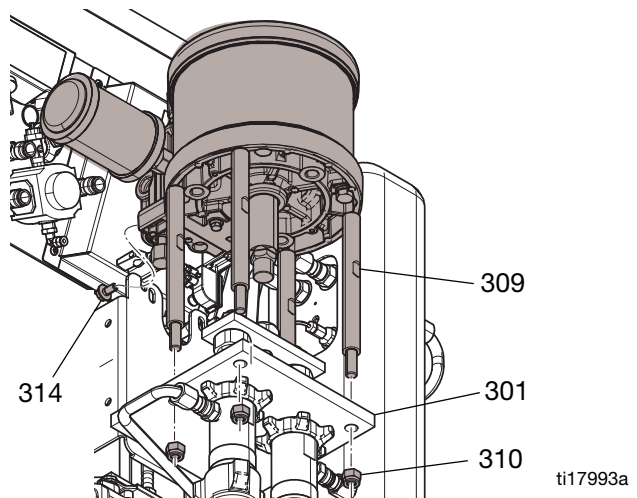

BILD 2
3. Montera dragstängerna genom plattan (301). Se till att skruvarna (314) passar in i konsolens spår (311). Installera skruvar (314). Se BILD 2 på sidan 26.
4. Dra åt muttrarna (313) till moment 43-51 N•m (32-38 in-lb).
5. Dra åt de fyra dragstångsmuttrarna (310) jämnt i små steg till 37-43 N•m (27-32 ft-lbs). Se BILD 2 på sidan 26.